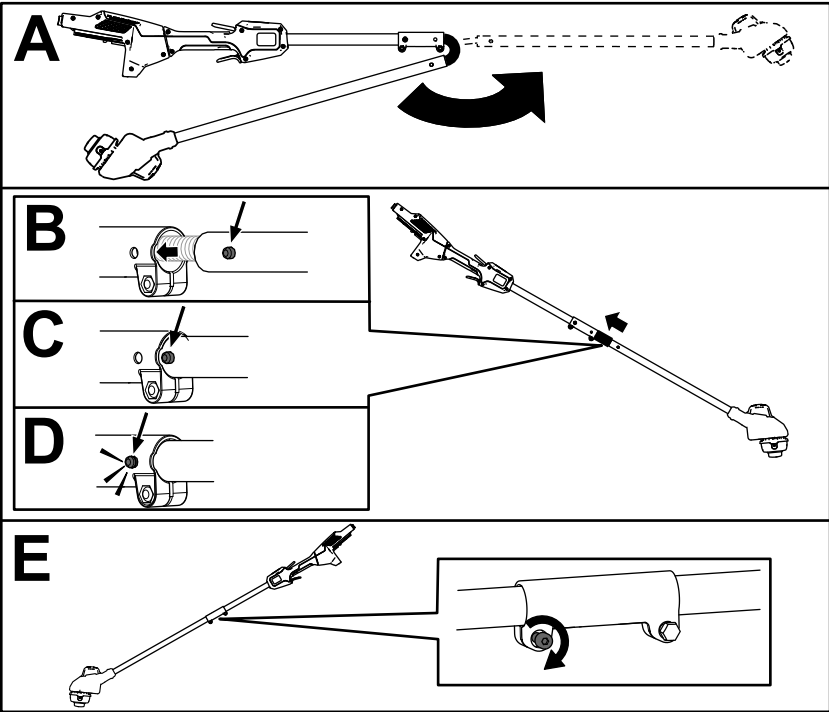

Figure 3
1. Dépliez le manche (A de la Figure 3).
2. Placez le bouton de verrouillage situé sur la moitié inférieure du manche en face du trou situé sur la moitié supérieure, et emboîtez-les 2 moitiés ensemble (B et C de la Figure 3).
**Remarque:** Le bouton de verrouillage s'enclenche dans le trou quand les deux moitiés du manche sont correctement emboîtées (D de la Figure 3).
3. À l'aide de la clé Allen fournie, serrez la vis sur le connecteur du manche jusqu'à ce qu'il soit bien fixé (E de la Figure 3).